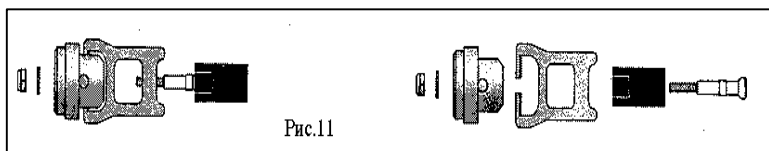

Рис.11
полностью, сняв вместе с шайбой (12). Далее извлеките из держателя рычага (11) тягу (8) и снимите рычаг (10). Рис. 11.
**ВНИМАНИЕ:** Самоконтрящаяся гайка (26) должна заменяться при каждом обслуживании дыхательного автомата. Не используйте герметик для ее фиксации.